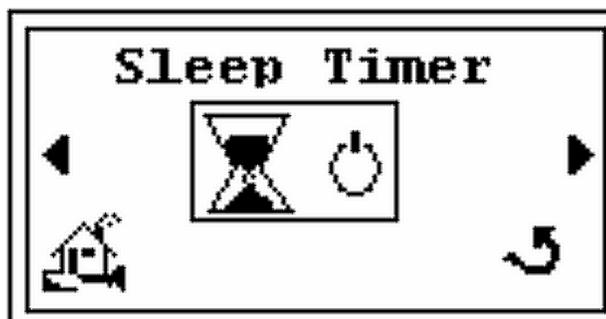

Figure 2-48 Réglage de la mise en veille
5. Presser  et l'écran de *Mise en veille* apparaît (Figure 2-48).